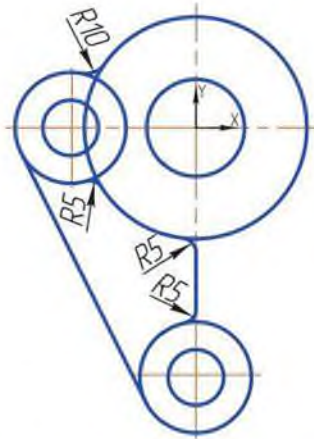

Рисунок 4.26 Построение сопряжений
- 6) Построить сопряжения радиусом 5 мм и 10 мм (рисунок 4.26). Для этого нажать кнопку *Скругление*  в панели инструментов в верхней части окна программы. В *Панели свойств* задать численное значение радиуса скругления и последовательно указать ЛК мыши кривые, между которыми выполняется сопряжение.